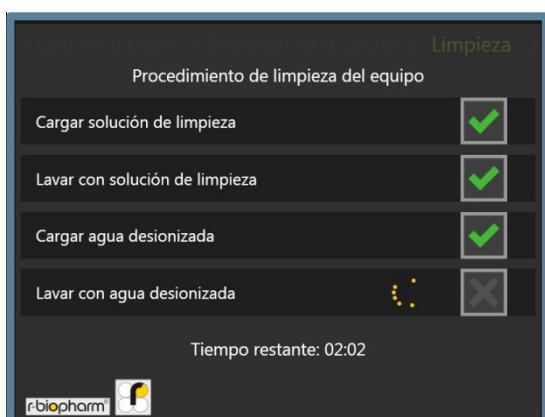

Figura 62
Una vez que la ventana emergente se cierre, el equipo volverá a enjuagar y remojar, a la vez que estará cebando el sistema con agua desionizada (DI). La tarea se refleja en la pantalla, como se muestra en la Figura 62.